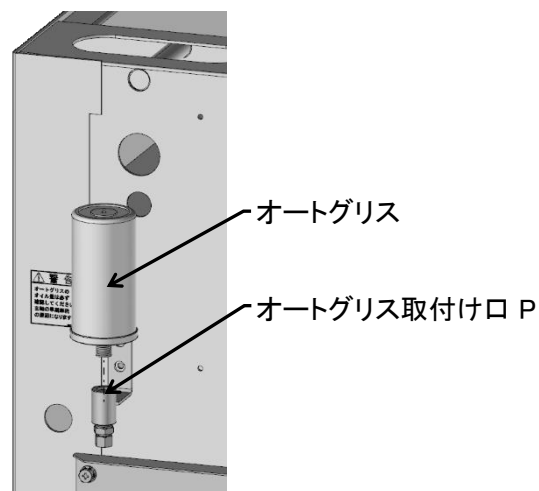

図 5-4
- ・ 付属品のオートグリスをオートグリス取り付け口 P に取り付けます。(図 5-4)